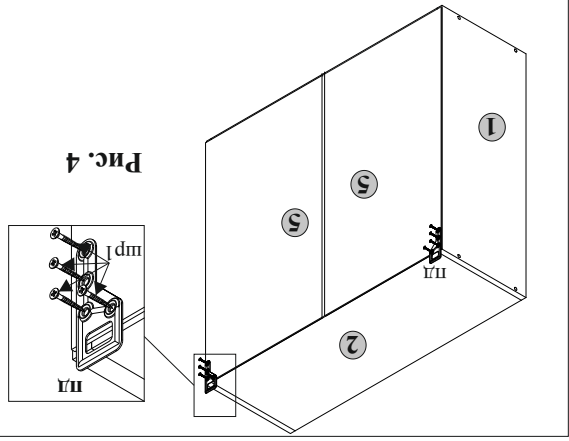

Рис. 4
5.7. Установить на корпусе шкафа петли для навешивания **пд** (рис. 4) при помощи шурупов **шр1**.